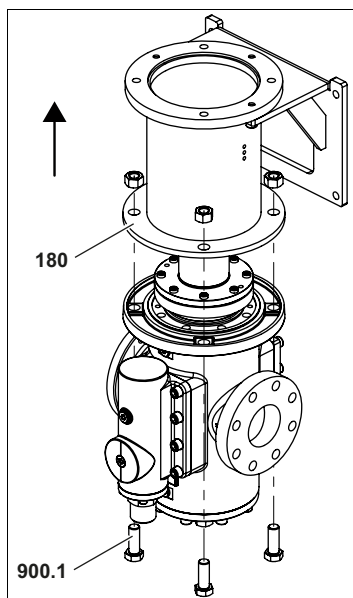

Fig. 5
1. Desserrer les vis à six pans **900.1** entre la pompe et le support de pompe **180** et retirer le support de pompe, voir Fig. 5, page 32.